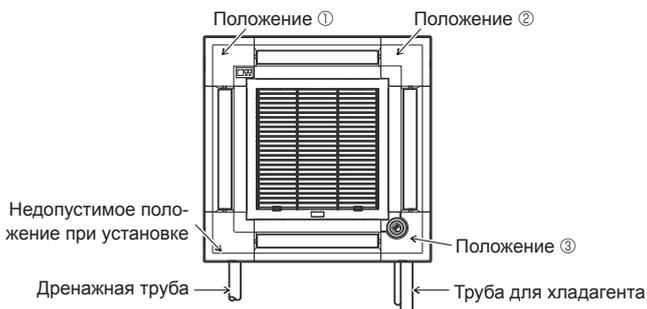

Fig. 9-11
Для главного прибора нельзя устанавливать угловую панель приемника сигналов на стороне дренажной трубы. (См. Fig. 9-11)
- * Если положение i-see Sensor было изменено с положения по умолчанию (положение ③) на другое положение, измените настройки функции. (См. страница 210 и Fig. 9-11)
- Для главного прибора невозможно установить угловую панель i-see Sensor на стороне дренажной трубы. (См. Fig. 9-11)
- Положение ①: Положение приемника сигналов по умолчанию (Идентификационные отметки выдувных отверстий □/□□□)
- Положение ②: (Идентификационные отметки выдувных отверстий □/□)
- Положение ③: Положение i-see Sensor по умолчанию (Идентификационные отметки выдувных отверстий □□/□□□)